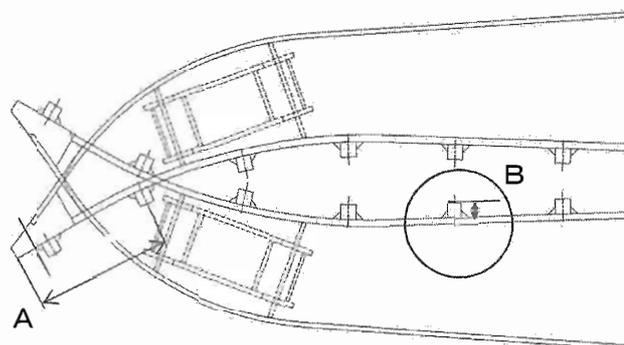

図 8-5 つかみポイント測定部詳細
### (1) ツース測定方法 (図 8-5)
- ①安全のため平らな所で接地させて行うこと。
- ②先端から2番目の滑り止め部材中央からツース先端までの距離Aを測定する。
- ③ツース先端は中央部から測定すること。
### (2) すべり止め部材測定方法 (図 8-5)
- ①すべり止め部材の突出した部分Bを測定する。